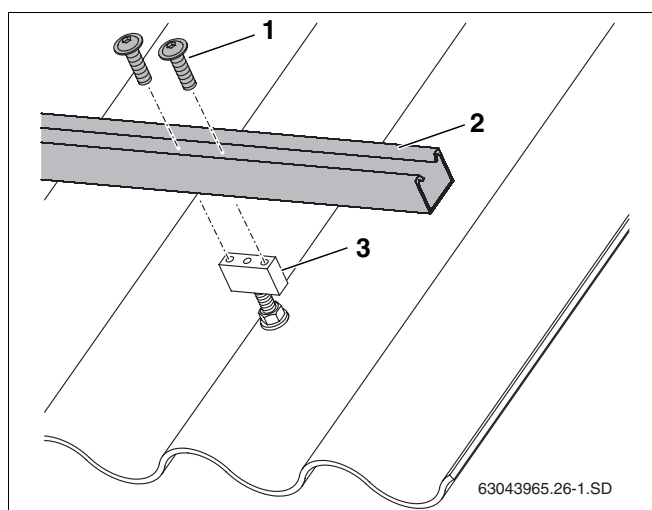

fig. 25 Fixar o perfil ao bloco de apoio
- ▶ Apertar cada perfil (fig. 25, **item 2**) com dois parafusos (fig. 25, **item 1**).